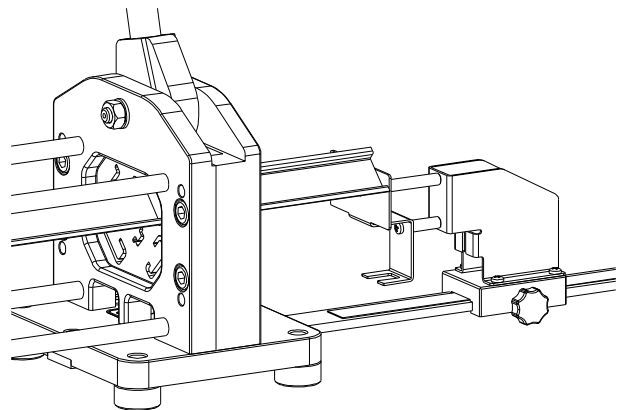

Fig. 8
- sospingere il profilato contro la battuta del dispositivo di regolazione (Fig. 8)